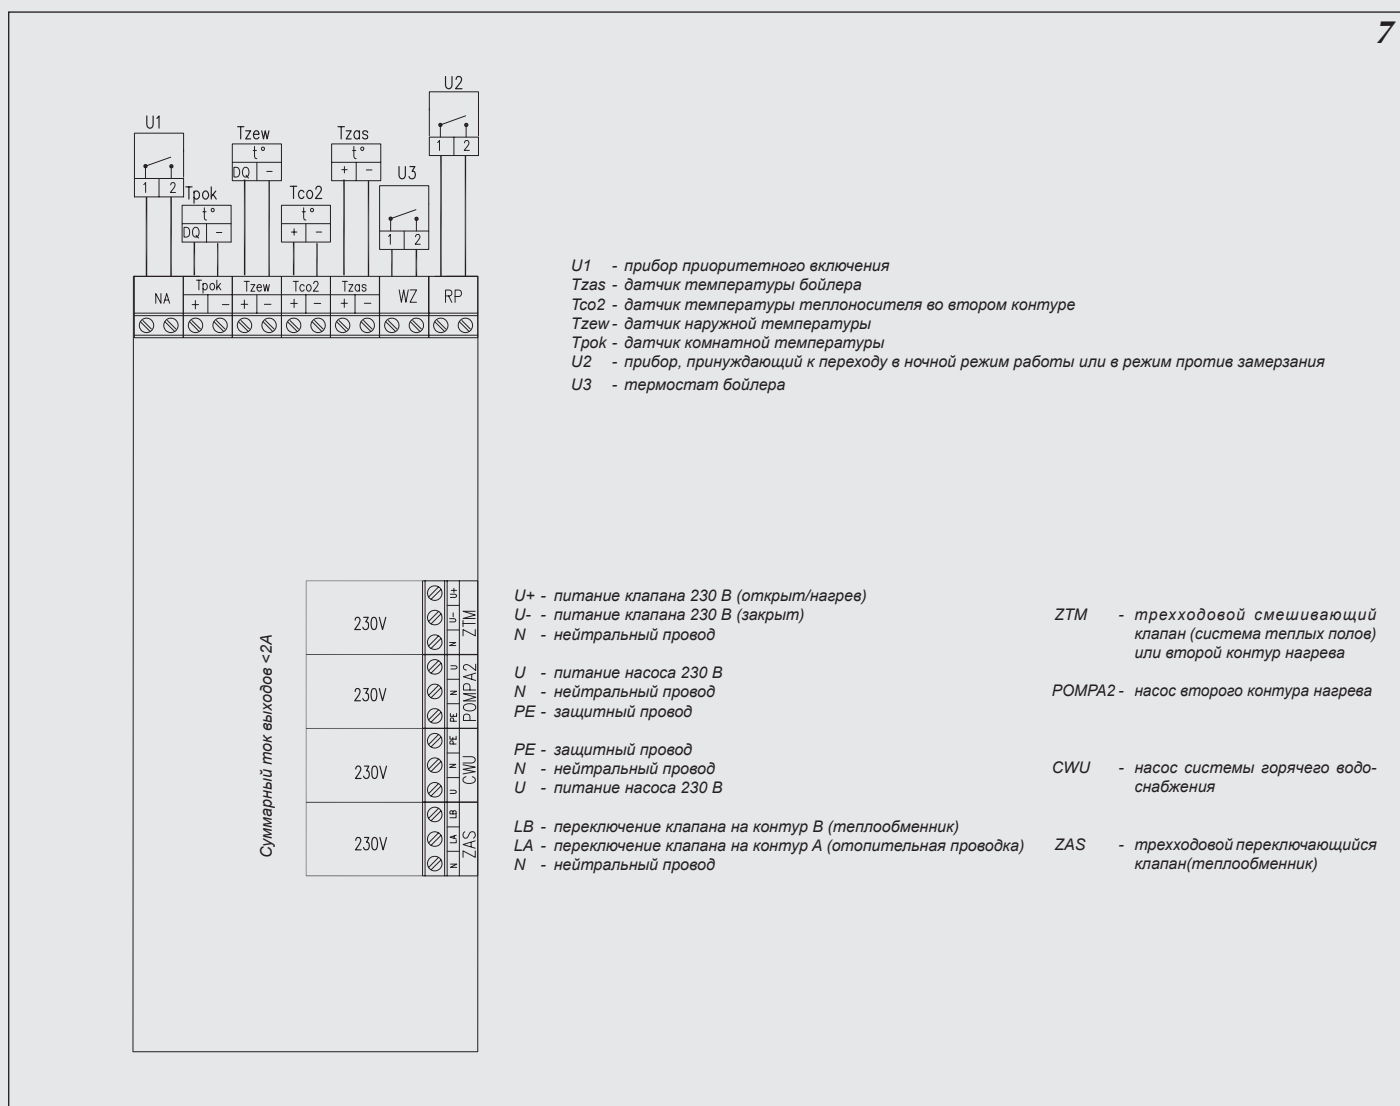

Рис.7 Подключение наружных устройств к плате ZIO
К котлу ЕКСО.М1z можно подключить, в зависимости от потребности, ряд дополнительных приборов или необходимых датчиков (рис. 7).
К котлу ЕКСО.М можно подключить прибор приоритетного включения – например проточный водонагреватель (рис.7), который будет выключать нагрев котла. Это решение используется с целью ограничения потребления максимальной мощности. Приоритетный прибор должен иметь выход сигнального управления. Прибор приоритетного включения подключается при помощи провода (напр. LIYY 2x0,14) к клеммам „NA” на плате ZIO. **На клеммы „NA” запрещается подавать какое-либо напряжение!** Перед подключением приоритетного прибора следует проверить имеет ли он выход сигнального управления. Если приоритетный прибор может управлять только сигналом напряжения, следует использовать соответствующее реле.
Из этих двух способов можно выбрать один при помощи соответствующей установки в сервисном меню. Способ подключения клемм термостата и датчика температуры в теплообменнике представлен на рис.7.
На электронном модуле рис.7 имеются клеммы ZAS. На клемму LB подается напряжение 230В в случае, если есть необходимость догрева воды в теплообменнике. На клемму LA подается напряжение 230В в случае, если котел греет теплоноситель в отопительной проводке. К этим клеммам можно подключить трехходовой клапан, который будет переключать отопительный контур на запитку теплообменника. В случае запитки теплообменника температура теплоносителя стандартно устанавливается на уровне 85°С. Эту величину можно изменить в сервисном меню.
На рис. 7 представлен способ подключения трехходового клапана к котлу. Принято, что выход горячего теплоносителя из котла подключен к входу "АВ" переключающегося клапана а выходы А и В служат соответственно для:
- Коричневый провод кабеля 45900445-013В подключить к клемме LB согласно рис. 7.
- Синий провод кабеля 45900445-013В подключить к клемме „N” согласно рис. 7.
Котел ЕКСО.М1z может управлять насосом системы горячего водоснабжения. Управление основано на включении или выключении этого насоса в зависимости от установленной суточной программы. Таким образом насос можно отключить, например на ночь. Насос подключается к плате ZIO согласно рис. 7. Напряжение питания насоса – 230В.
На плате ZIO рис.7 имеется разъем RP, замыкание которого приводит к переходу котла в режим работы против замерзания или в ночной режим работы. Выбор одного из этих режимов осуществляется в сервисном меню. Также как и на разъем NA, на него нельзя подавать напряжение!